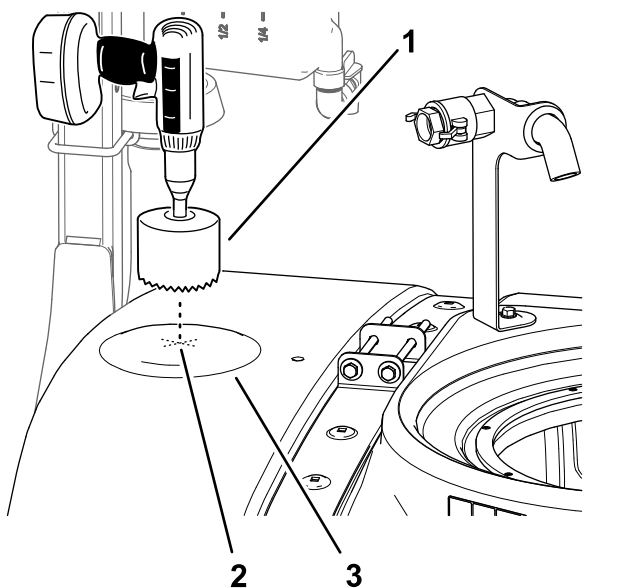

Figura 26
2. Individuate la posizione anteriore sull'estremità superiore del serbatoio come illustrato nella Figura 26.
3. Utilizzate una sega a tazza di 9 cm per realizzare un foro in corrispondenza del segno di foratura (Figura 26).